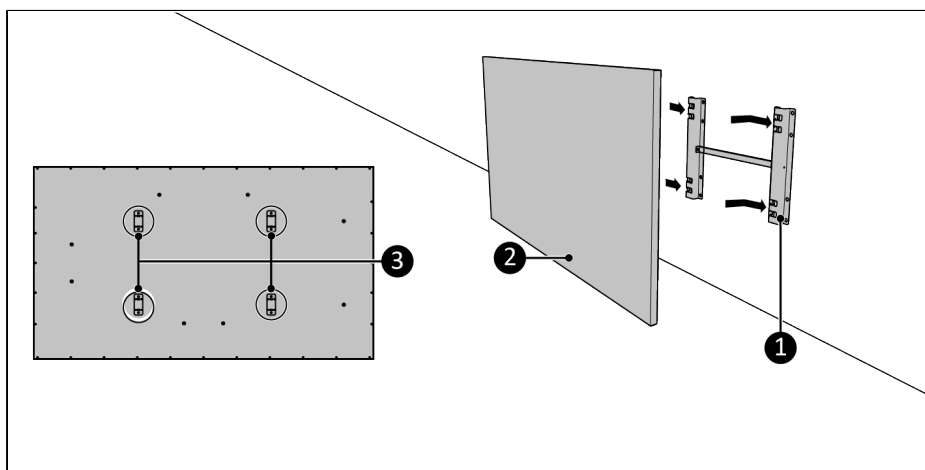

Figure 85.
5. Placez les supports de l'appareil (Figure 85, pos. 3) sur le support mural (Figure 85, pos. 1).
6. Glissez l'appareil (Figure 85, pos. 2) dans les ouvertures du support mural (Figure 85, pos. 1).